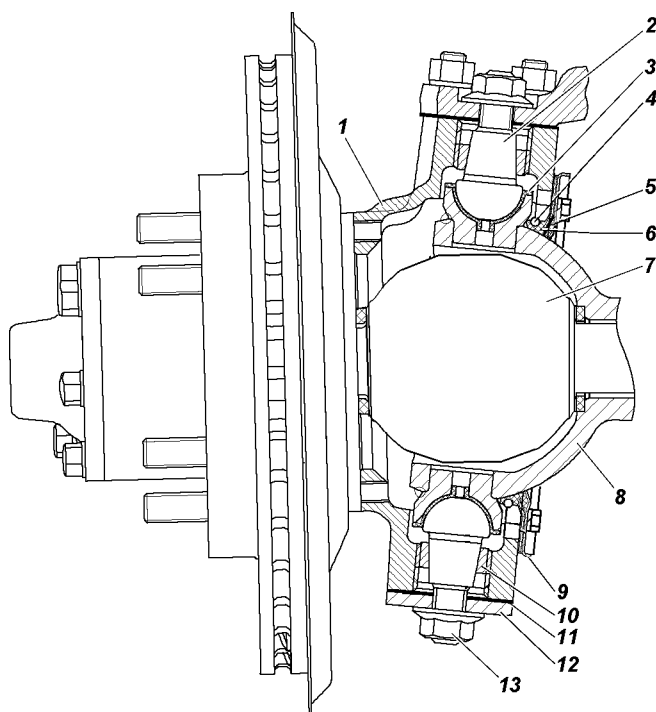

Рис. 9.26. Поворотный кулак и ступица:
**Регулировка затяжки шкворней 2 (рис. 9.26) поворотного кулака на заводе производится с предварительным натягом вдоль общей оси шкворней.**